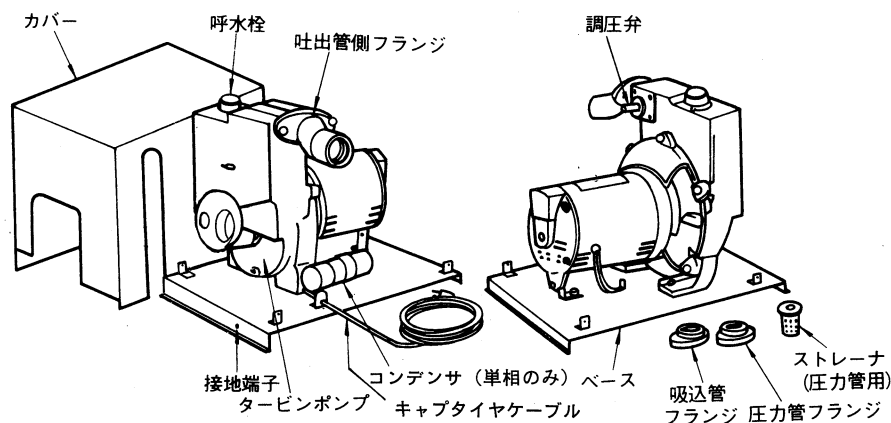

図4-51 KP-N形各部の名称
(2) KP-N形ポンプは図4-51に示すように、ベース上にポンプを取付けカバーを被せるようにした構造で、KP形ポンプより、圧力タンク、圧力スイッチ等自動運転に必要な部品を取除いたものです。各部の構造、特性はKP形の章を参照して下さい。